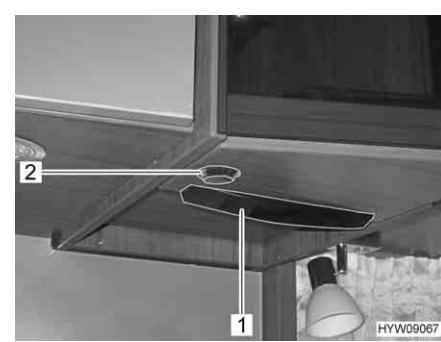

Fig. 83 Bloccaggio (vano abbassabile)
- Premere e rilasciare il bottone automatico (Fig. 83,2). Il bottone automatico scatta all'infuori.
- Servendosi della maniglia (Fig. 83,1), tirare il vano verso il basso e in avanti.
- Spingere il vano verso l'alto finché non si innesta. A tale scopo, utilizzare la maniglia (Fig. 83,1) apposita.
- Premere verso l'interno il bottone automatico (Fig. 83,2) finché non si innesta.